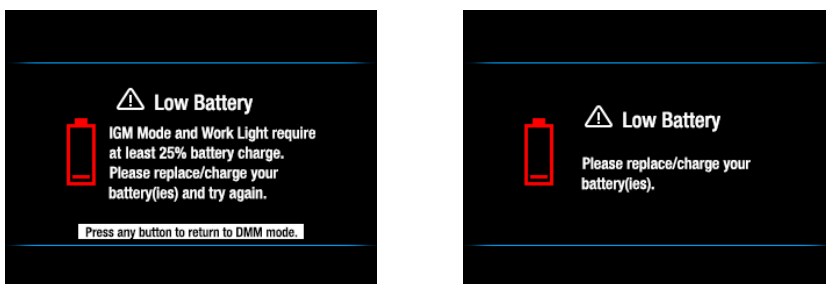

FIG. 5-1 Alertes de pile faible
2. Si l'indicateur de batterie  affiche que la tension de la batterie est faible, si l'un des écrans de signal de batterie faible apparaît (Fig. 5-1), ou si le multimètre ne démarre pas, remplacez les trois (3) piles « AA ». Voir la Section 13.2, Remplacement des piles. Si vous utilisez le système de charge de modèle TA04, veuillez recharger la batterie rechargeable.